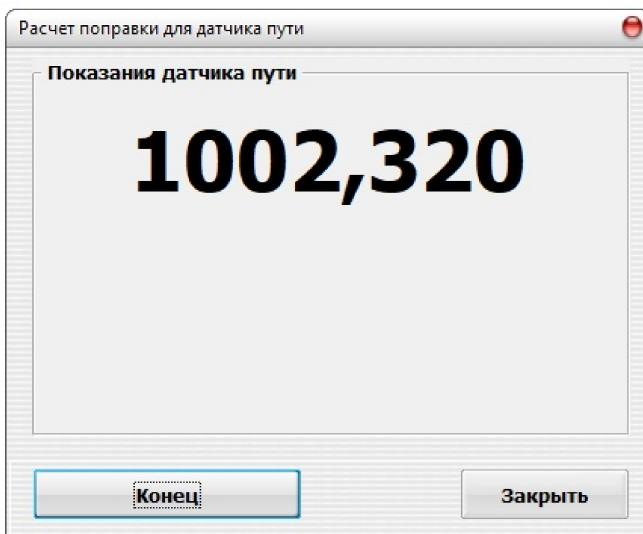

Рис. 46. Тарировка датчика пути с использованием мерного участка.
- ▲ По достижении отметки конца участка остановить лабораторию так, чтобы передняя ось автомобиля совпадала с точкой конца участка, и нажать «Конец» (рис. 46).